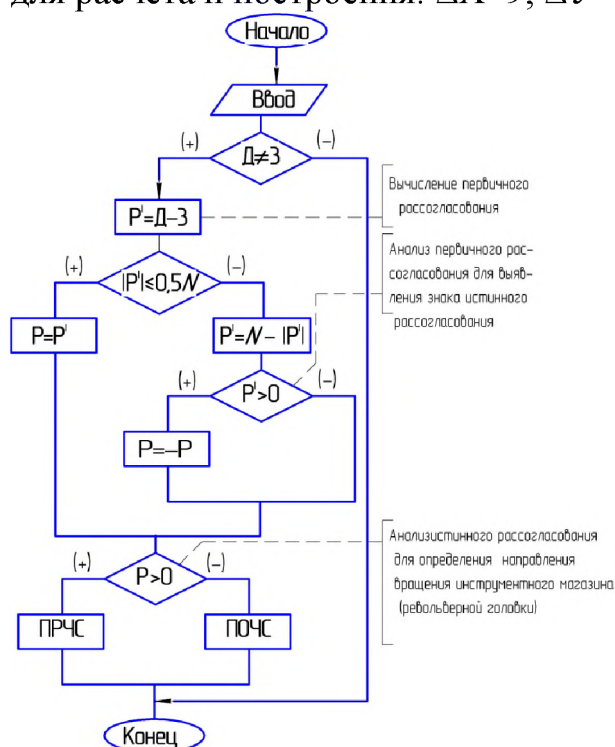

Рис. 1.
1. По алгоритму, блок-схема которого приведена на рис.1., следует определить направление вращения инструментального магазина инструментов. Студент вычерчивает схем инструментального магазина с 24 позициями. Исходные данные для расчета $D=15$; $3=4$.